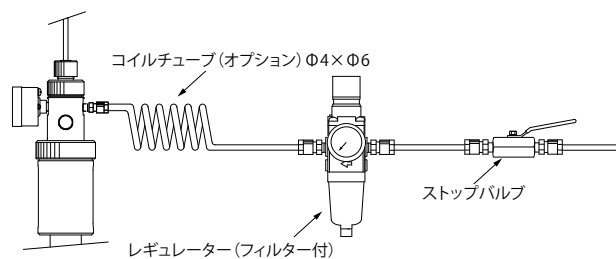

図 4
- ・加圧型ホルダの近くに、レギュレータ（フィルタ付）を設け、UCF-301 の加圧ホルダとの間をチューブ（Φ4×Φ6）で接続してください。【図 4】参照